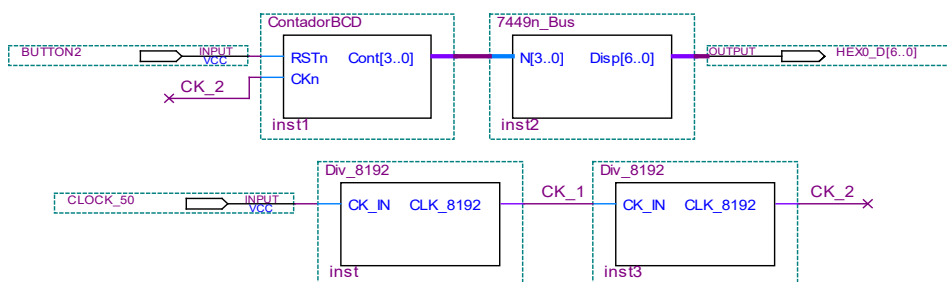

Figura 2. Circuito de prueba para la parte a).
- Para probar en la placa, generar un proyecto con el circuito indicado en la figura 2, donde las entradas y salidas se conectarán a las señales del mismo nombre en la placa DE0. Analizar el circuito, programar la placa y verificar el funcionamiento.